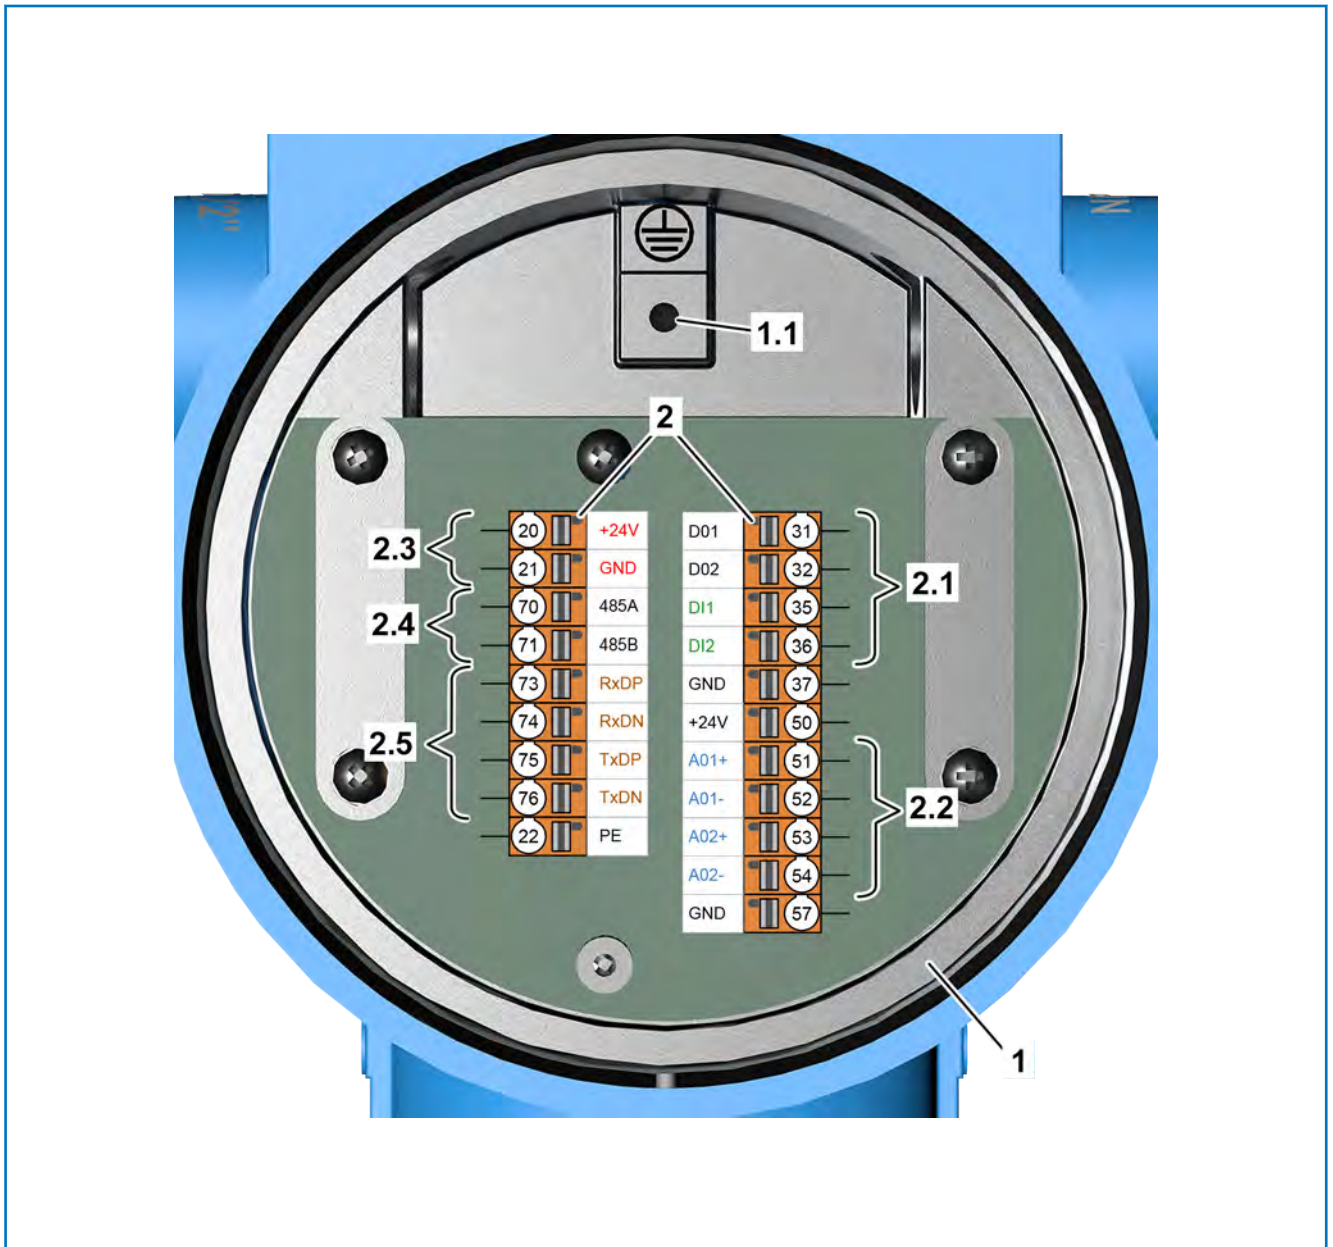

Abb. 7: Anschlussplan RHE42-R\* Coriolis-Transmitter (nicht eigensicher)
- 1.** ➤ Drehen Sie den Deckel (D), z. B. mit einem Bandschlüssel, vom RHE42 Coriolis-Transmitter (A) ab.
- 2.** ➤ Drehen Sie die Schrauben (C) heraus und nehmen Sie die Abdeckung (B) ab (nur bei eigensicheren Ein- und Ausgängen).
- 3.** ➤ Drehen Sie passende Kabelverschraubungen (NPT ½ Zoll mit Ex e oder Ex d Zulassung bei Installation in Ex Zone / Div) in die Öffnungen (Pfeile) des RHE42 Coriolis-Transmitters (A) hinein (Kabelverschraubung nicht im Lieferumfang enthalten).
- 4.** ➤ Führen Sie die Kabel durch die Kabelverschraubungen in den RHE42 Coriolis-Transmitter (A).
**5.** ➔ Schließen Sie die Adern am RHE42 Coriolis-Transmitter (A) an:
- ➔ *Abbildung 7: Anschlussplan RHE42-R\* (nicht eigensicher)*